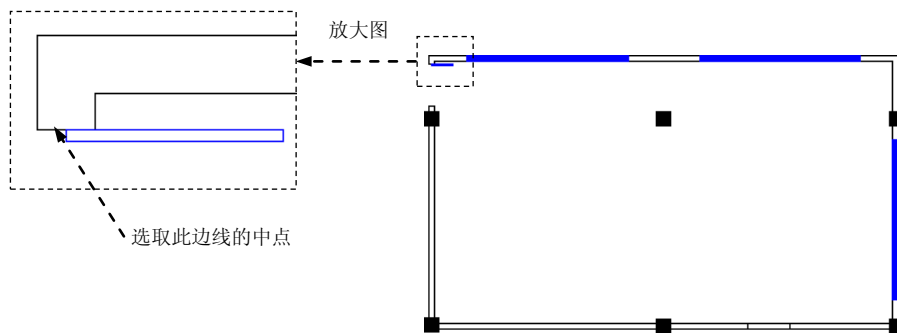

图 17.12.27 绘制矩形
Step12. 绘制矩形，选择下拉菜单 **绘图(D)** → **矩形(R)** 命令，选取图 17.12.27 所示的边线的中点为矩形的第一点，绘制长度值为 750、宽度值为 40 的矩形，完成后如图 17.12.27 所示。